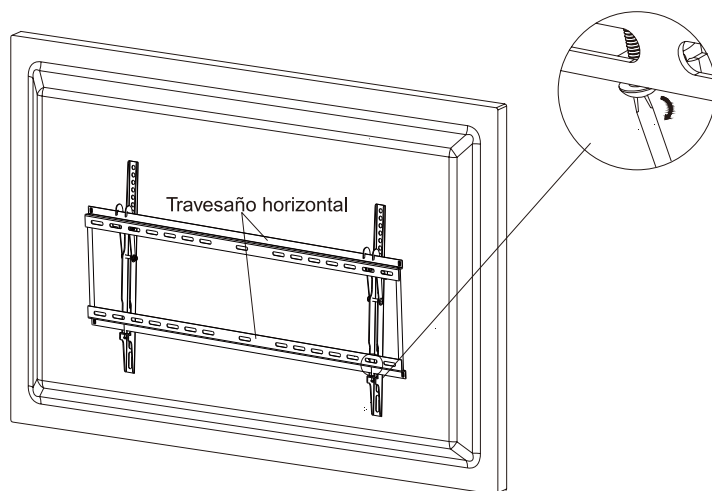

figura 4
Precaución: Algunas pantallas planas son pesadas y se requieren dos personas fuertes. Levante la pantalla y colóquela con cuidado. Levántela con los brazos de la interfaz sobre el travesaño horizontal del soporte de pared (AA) y luego bájela a su lugar hasta que los ganchos queden descansando totalmente sobre el travesaño del ensamble del soporte de pared. Fije los tornillos para evitar que el ensamble del brazo inclinado se salga del soporte de pared, como se muestra en la Figura 4.